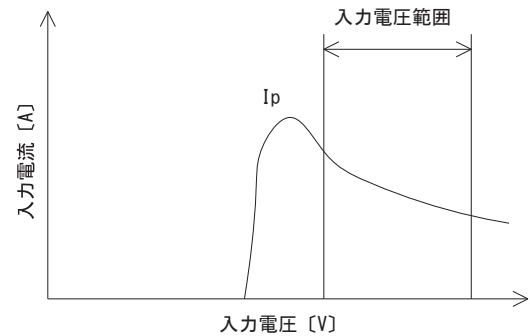
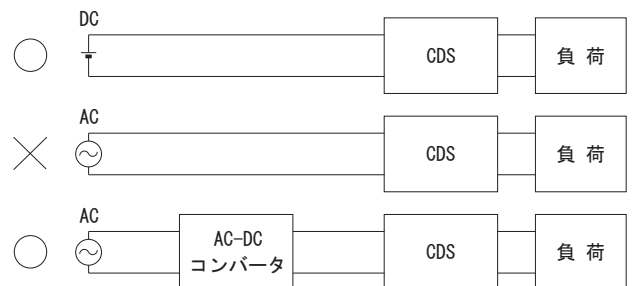
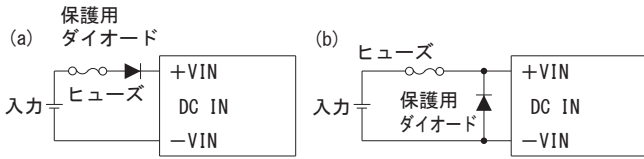

図 3.2 入力電流特性
図 3.3 AC入力での使用
図 3.4 逆接続防止
- 入力電源にはDC-DCコンバータ立ち上げ時の電流Ip（図 3.2）を考慮した、充分余裕のある電源を設定してください。
(5) AC入力での使用
- CDSシリーズはDC入力専用です。ACでの使用時は、電源入力にAC-DCコンバータを接続してください（図 3.3）。
(6) 逆接続の防止
- 入力端子に極性逆の電圧が加わると故障します。極性逆の電圧が加わる可能性がある場合は、図 3.4のような保護用の回路を外付けしてください。